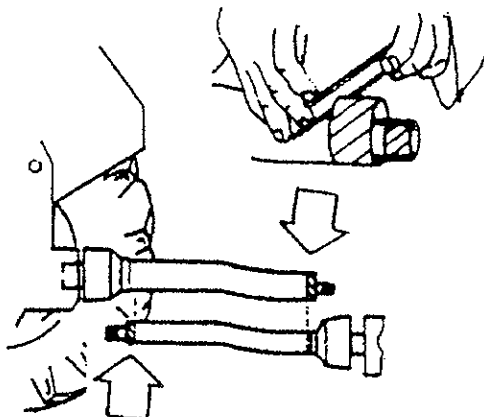

図9
- 切断後は、チューブ内外のバリや切り粉を取り除き、グリースを注油して下さい。(図9)